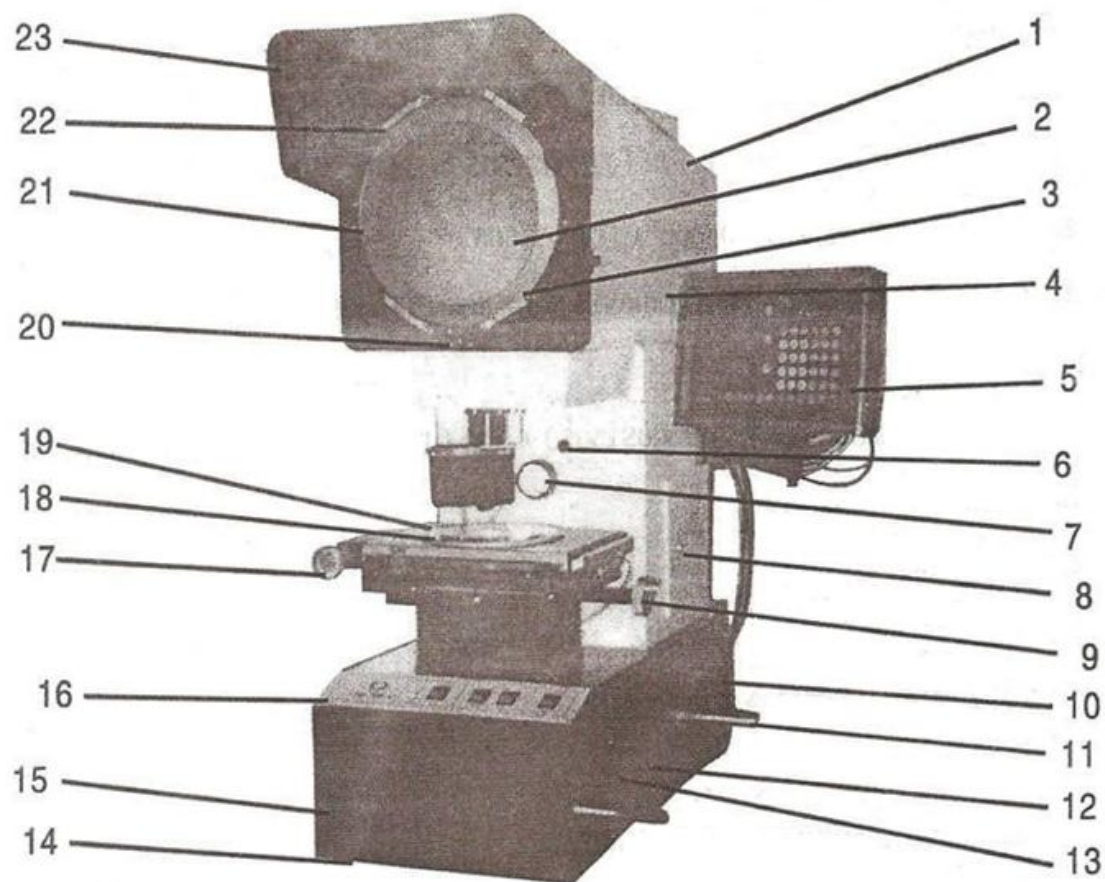

图 1 投影仪结构图
打开反射照明光源，松开图 1 中锁紧手轮 6，使反射聚光镜（图 1 中 7）上下移动，当它与半透半反镜等高时，锁紧手轮。将工件置于工作台上，并位于反射照明光斑内，调好焦，此时屏上出现工件表面影像。旋转反射聚光镜筒以使照在工件上的光斑最明亮，工件影像将更明显。
6.4.2 松开锁紧螺丝（图 1 中 4）后，可用小手柄快速转动投影屏，也可用微调手轮做慢速转动